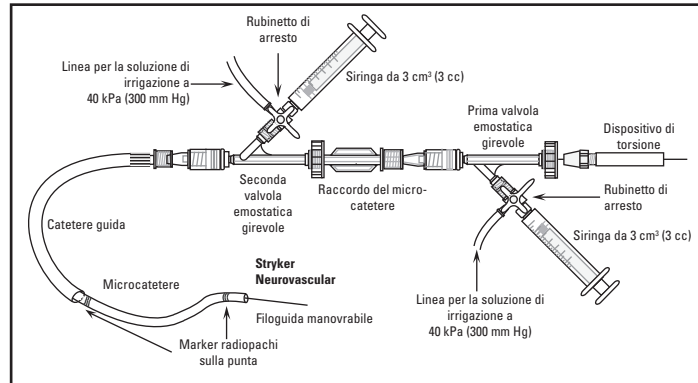

Figura 1. Esempio di configurazione per l'irrigazione costante
Nella Figura 1 è illustrata l'impostazione per l'irrigazione costante consigliata. Le valvole emostatiche girevoli garantiscono una buona tenuta e sono collegate al catetere guida e al microcatetere. Collegare i rubinetti d'arresto ai bracci laterali delle valvole, i quali fungono da ingresso di infusione per la corretta irrigazione o per l'iniezione di mezzo di contrasto.
- Fare scorrere il dispositivo di torsione sull'estremità prossimale del filoguida come mostrato nella Figura 1, quindi fissarlo.